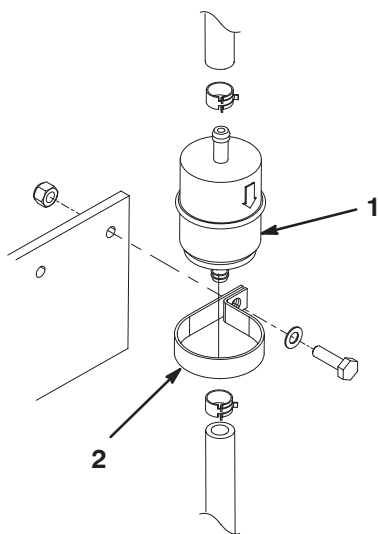

Figure 40
- Localisez le filtre à carburant près du côté gauche du moteur (Fig. 40).
- Desserrez la vis et l'écrou qui fixent le collier du filtre à carburant à la plaque de montage (Fig. 40).
- Desserrez les colliers de serrage et éloignez-les du filtre (Fig. 40).